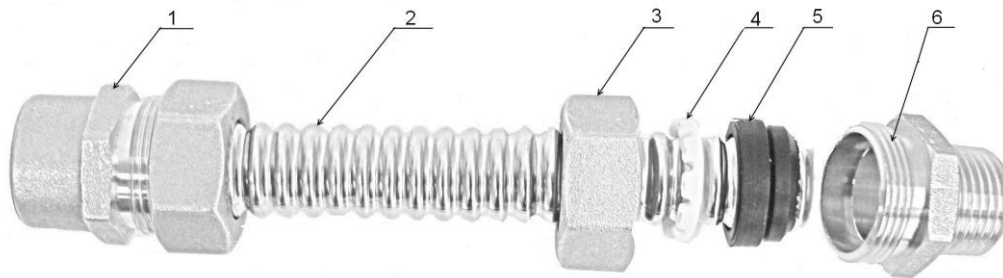

Рис.5. Монтаж топливопровода из гофрированной нержавеющей трубы.
- если суммарная длина подающей топливной линии (топливный насос, фильтр тонкой очистки, горелка) от 3 до 30 м топливороводы монтируются из гофрированной нержавеющей трубы диаметром 15 мм (Рис.4б). Топливный насос, топливный фильтр и топливный ввод горелки заканчиваются муфтами для соединения с данной трубой, на рис.5 показан монтаж топливопровода;